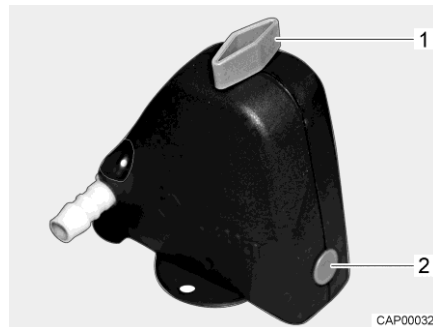
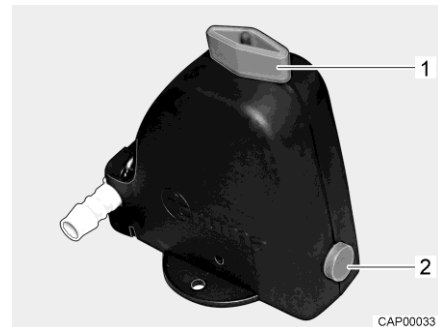

Bild 136 Sicherheits-/Ablassventil geschlossen
Bild 137 Sicherheits-/Ablassventil geöffnet
- Sicherheits-/Ablassventil (Bild 136) öffnen. Dazu Drehknopf (Bild 136,1) längs zum Sicherheits-/Ablassventil drehen. Der Druckknopf (Bild 136,2) springt heraus. Das geöffnete Sicherheits-/Ablassventil ist in Bild 137 dargestellt.